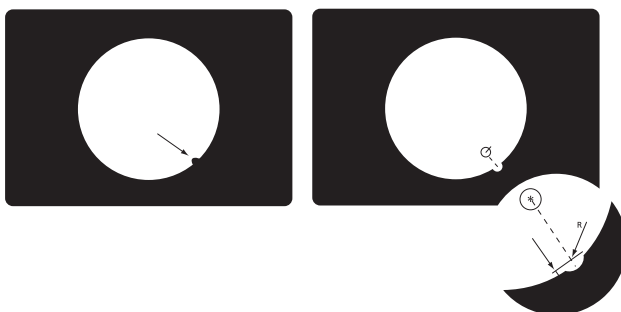

Fig. 6.14
- Soms kan de aanloop bij een binnencontour hinderlijk zijn, bijvoorbeeld voor het doorschuiven van een pijp. Denk in dat geval eens aan een aanloopkuiltje. (Fig. 6.14)